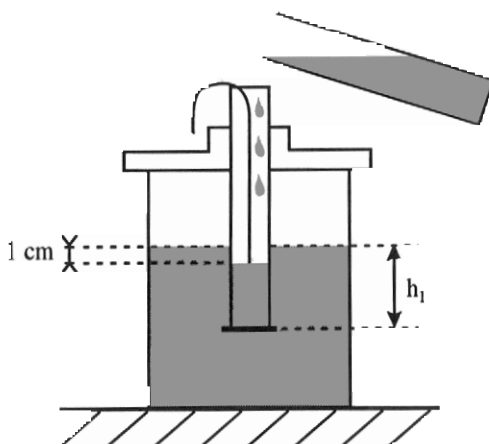

Figure 3
- 6) Je remplis le tube d'eau à l'aide du réservoir en arrêtant cette opération environ 1 cm au-dessous du niveau de l'eau contenue dans la cuve (voir fig. 3)